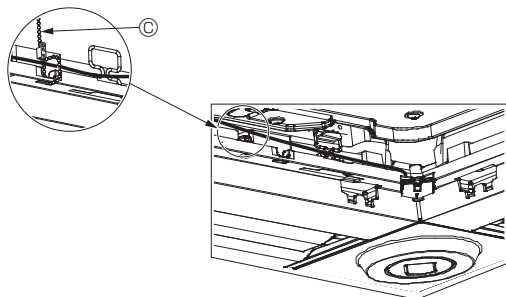

Fig. 10-12
- Segure os fios do i-See sensor e do recetor de sinais no painel com a presilha tal como exibido no diagrama de modo a que não existam folgas e, em seguida, corte o excesso da presilha. (Fig. 10-12)
- Se a posição do i-See sensor tiver sido alterada da posição "○" (E) para a posição "□" (F), altere as definições da função. (Consulte a página 154.)